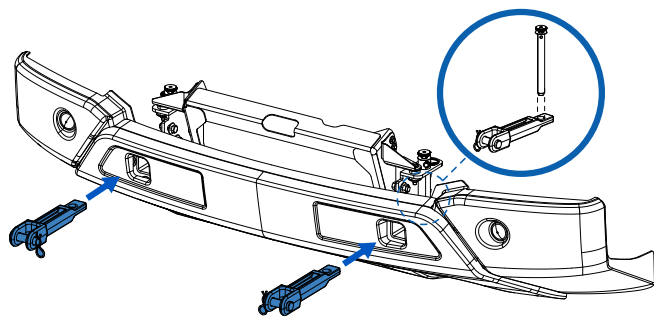

Figure 32 - Ouvertures pour crochets de remorquage
3. Insérez les crochets de remorquage dans les ouvertures du pare-chocs (Figure 32).